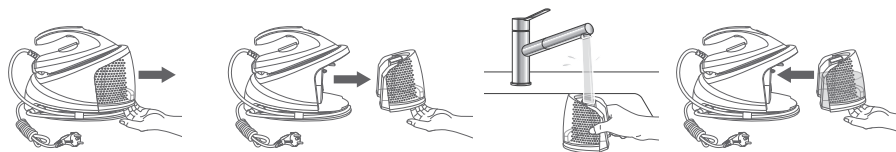

Fig. 2
2. Saisissez la poignée (7) sous le réservoir d'eau (4) et tirez-la vers l'extérieur pour retirer le réservoir d'eau de la base de la centrale vapeur (5) (**Fig. 2**).
3. Remplissez le réservoir d'eau du robinet via l'ouverture de remplissage (3). Ne dépassez pas le repère de niveau « **MAX** » (1,2 l).